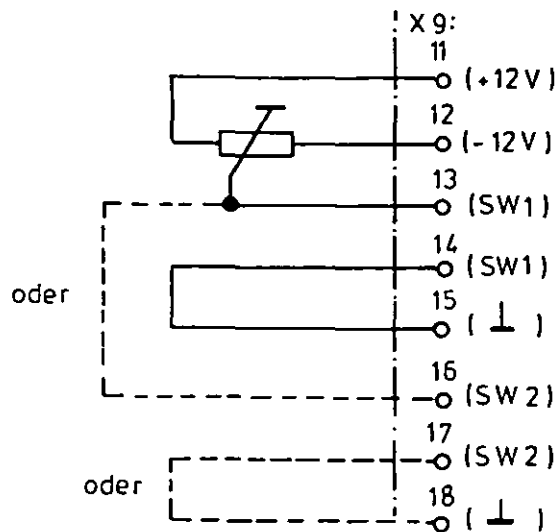

Bild 1.2/1 Sollwertvorgabe mit Potentiometer
- unsymmetrische Sollwerteingänge wahlweise verwenden zur Vorgabe mit Potentiometer (ca. 5 ... 50 kΩ, empfohlen 10 kΩ), s. Abbildung 1.2/1 bzw. Anschlußbeispiel auf hinterer Ausklappseite (einseitige Abschirmung beachten).